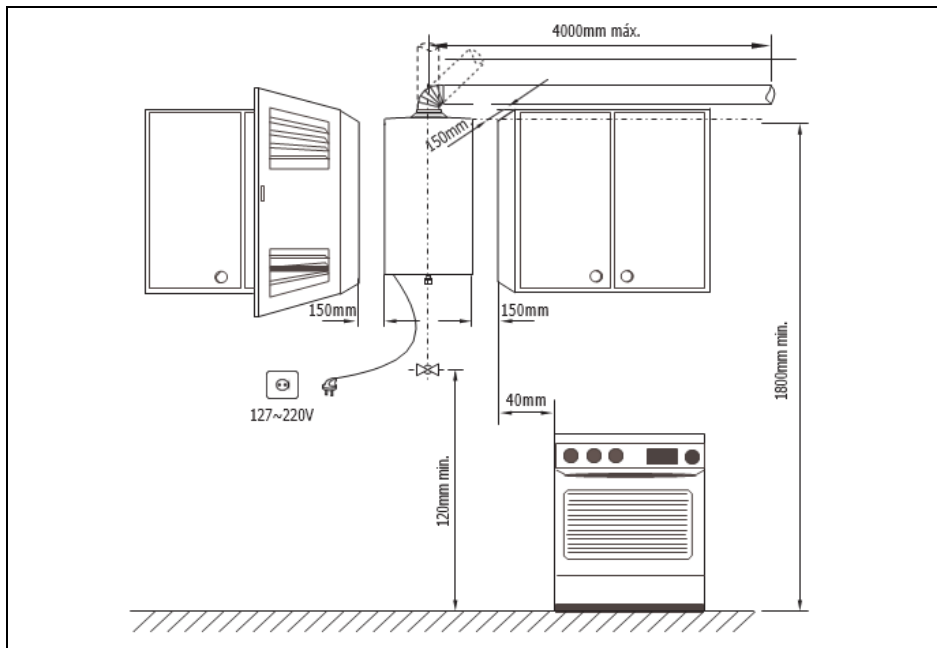

Fig. 4 Distanciamento mínimo
- Respeitar as medidas mínimas de instalação indicadas na Fig. 4.